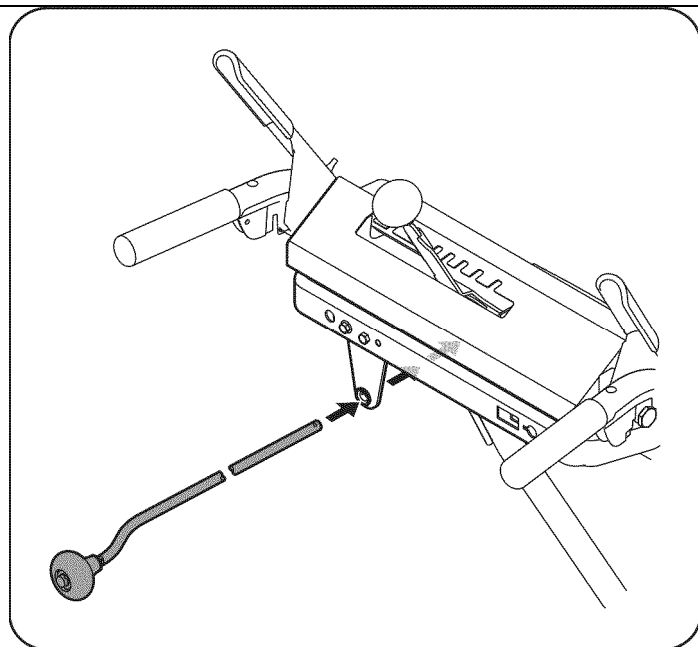

Рис. 6
7. Установите рычаг управления направлением желоба в кронштейн задней панели управления. (См. Рис. 6).